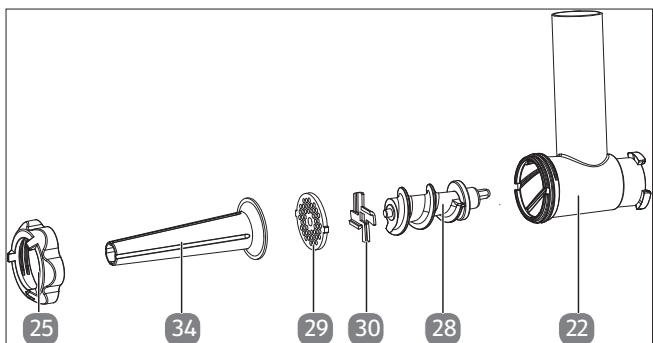

Fig. 20 – Elaborar picados/salchichas
1. Para picar trozos de carne y elaborar salchichas en una sola operación, Monte la picadora de carne con el disco de cuchilla perforado y la cuchilla en cruz con los bordes afilados hacia fuera en dirección al eje y al rellenador de salchichas (véase Fig. 20).